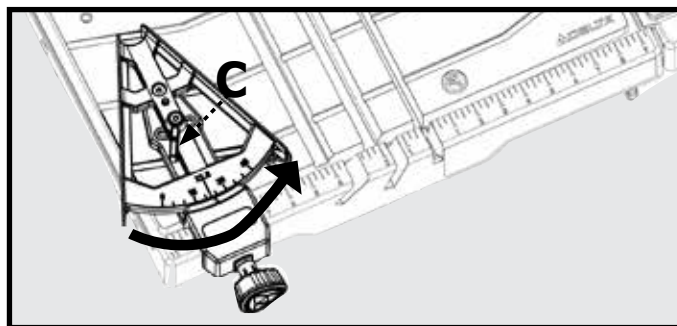
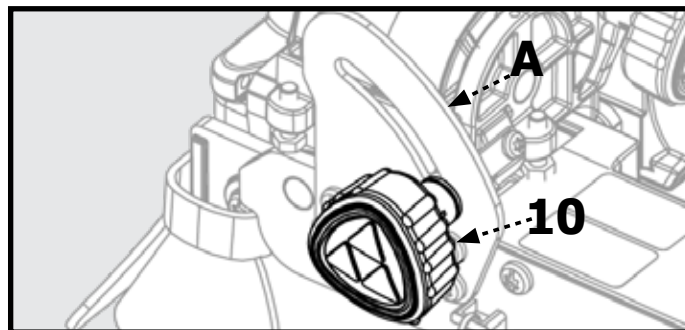

Figure 20
Figure 21
1. Desserrez le bouton de verrouillage du couvre-lame (A, fig. 21).
2. Ouvrez le couvre-lame (9)
4. Appuyez sur le blocage de broche de la lame (B, fig. 20) et utilisez la clé de lame (C, fig. 21) pour desserrer l'écrou de blocage de l'arbre (D, fig. 21)
7. Placez la nouvelle lame sur l'arbre de sorte que la flèche sur la lame pointe dans la même direction que la flèche sur le couvre-lame. (Voir figure 21)